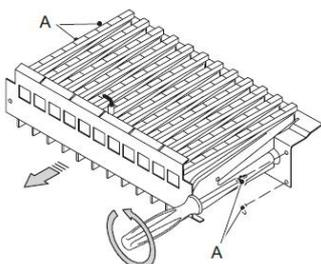

Figure 5.1
- Retirez le panneau avant de la chambre de combustion et le brûleur à la figure 5.1.
- Remontez le brûleur Figure 5.1, le panneau de la chambre de combustion avant et la paroi mobile de la chambre étanche.